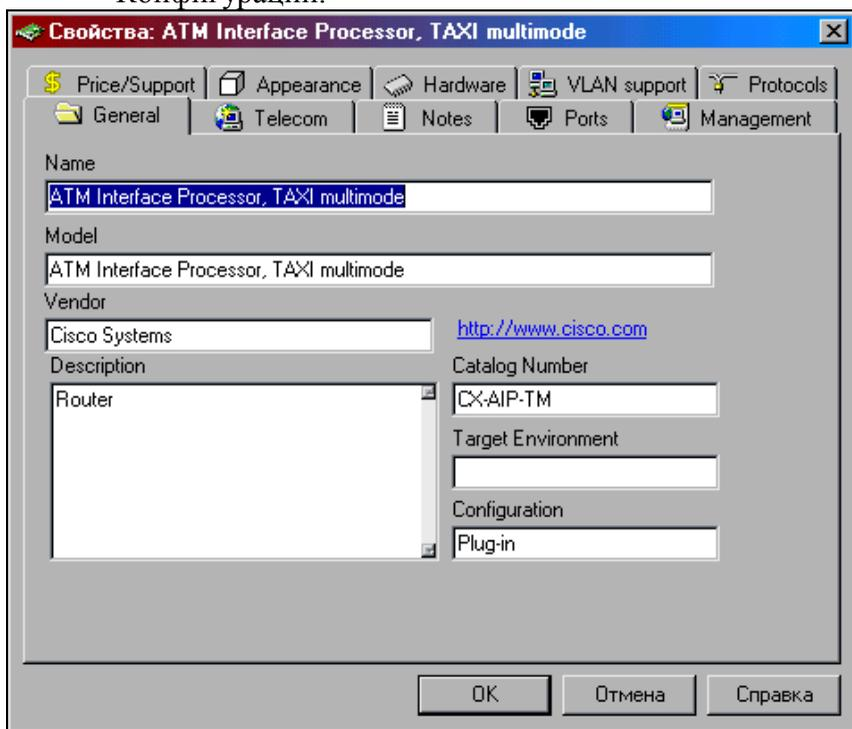

Рис. 4.10. Окно диалога свойств
- На изображении устройства, нажмите на сменный блок ATM Interface Processor TAXI, и нажмите кнопку Plug-in Setup. Окно-диалог свойств этого сменного блока изображено ниже (Рис. 4.10).